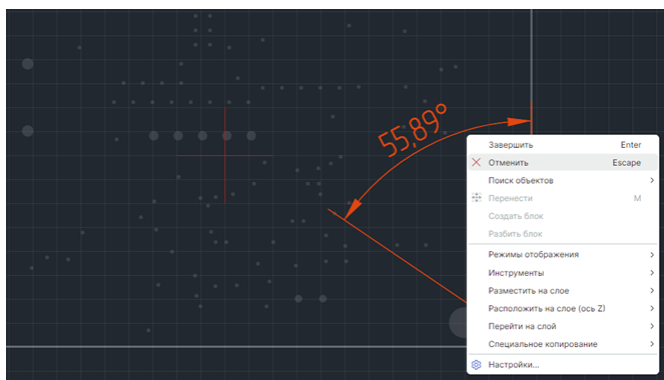

Рис. 269 Отмена размещения размерной линии
5. Размещение линии можно отменить, для этого нажмите клавишу «Escape» или вызовите контекстное меню и выберите «Отменить», см. Рис. 269.